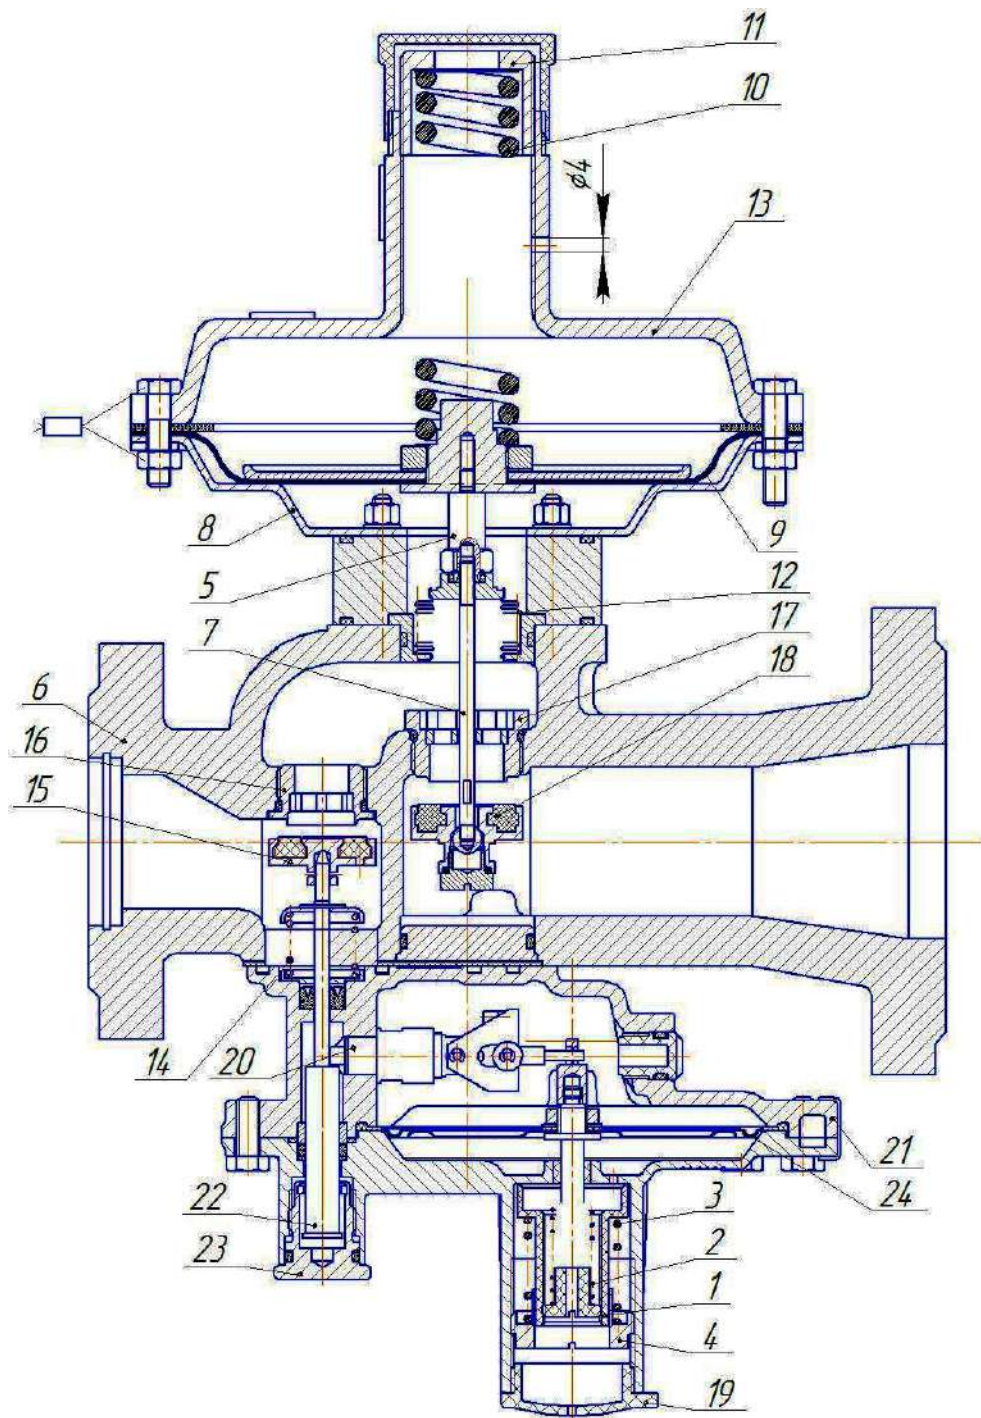

Рисунок 1- Функциональная схема.
Регулятор РДСК-50М (см. рисунок 1) состоит из двух основных узлов: собственно регулятора и отключающего устройства.
2.3.8 Настройка выходного давления производится вращением направляющей 11 (см. рисунок 1), ослабляющей или сжимающей пружину 10. При вращении направляющей 11 по часовой стрелке выходное давление увеличивается, а против - уменьшается.